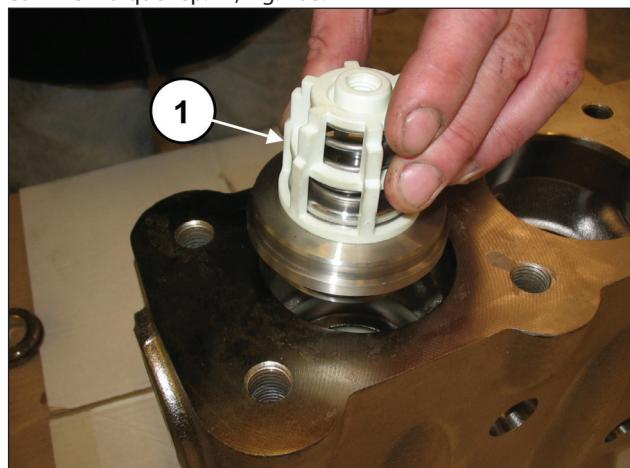
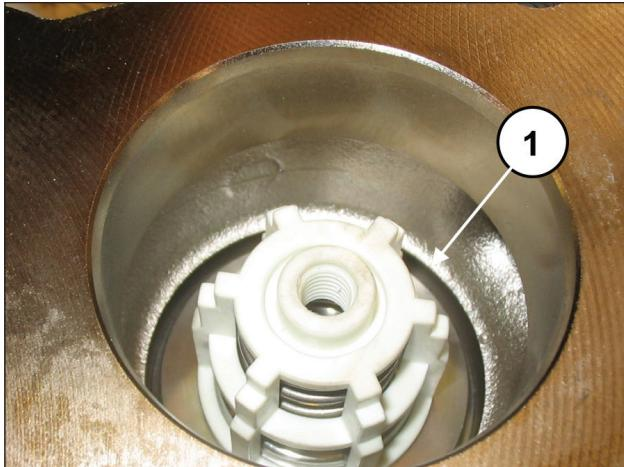

Fig. 107
Fig. 108
Engager à fond le groupe soupape complet qui devra être positionné comme indiqué rep. ①, Fig. 108.
Placer le groupe soupape de refoulement (rep. ①, Fig. 107). Engager à fond le groupe soupape qui devra être positionné comme indiqué rep. ①, Fig. 108.